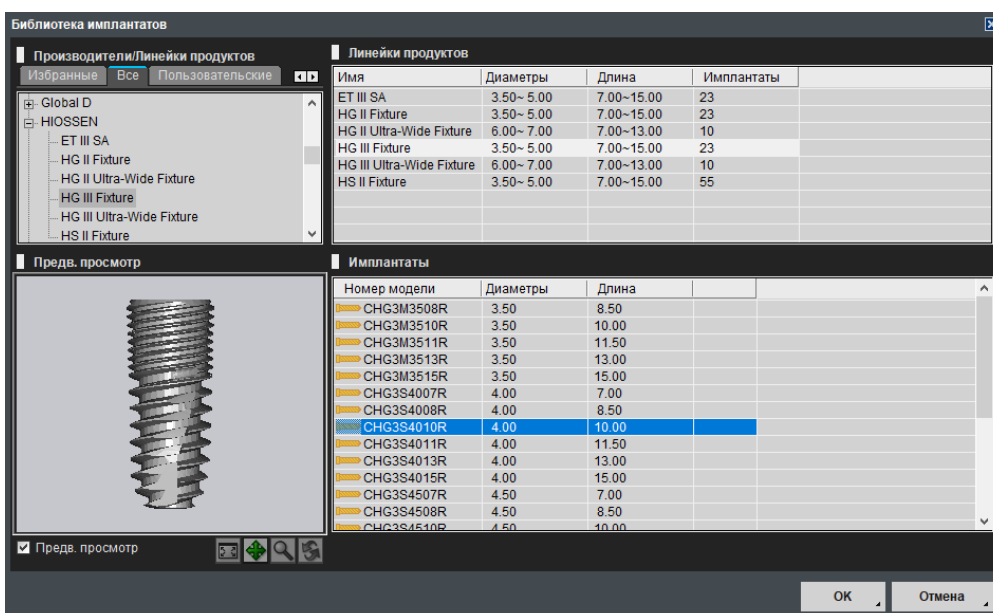

Рис. 85. Окно Implant Library (Библиотека имплантатов)
**Pick and Place (Выбрать и установить).** В окне Implant Library (Библиотека имплантатов) в том виде, как оно показано на рис. 85, пользователю предоставляется список производителей, список модельных рядов, окно предварительного просмотра и раздел, где можно выбрать отдельные модели имплантатов.